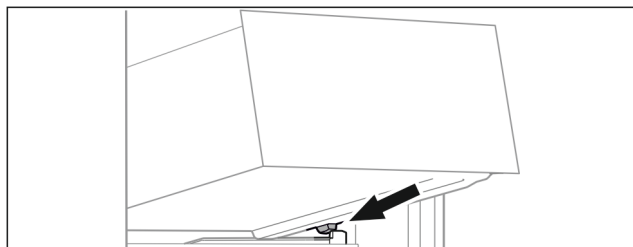

Fig. 135
- Predal postavite v poševnem položaju za zaustavljalniki na nastavek za posodo. (glejte Fig. 135)